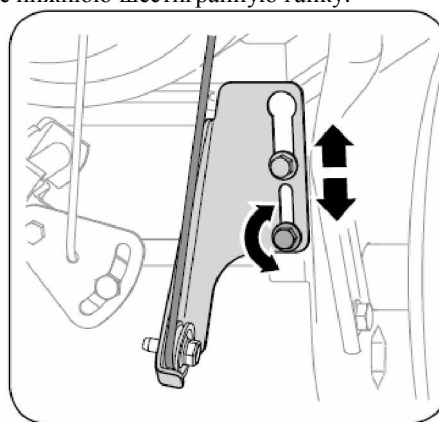

Рис. 17.
5. Ослабьте нижнюю шестигранную гайку кронштейна троса. См. Рис. 17.
4. При необходимости проведения регулировок, ослабьте нижнюю шестигранную гайку кронштейна и поверните кронштейн вверх или вниз. См. Рис. 17. Затяните нижнюю шестигранную гайку для закрепления кронштейна при достижении требуемых регулировок.